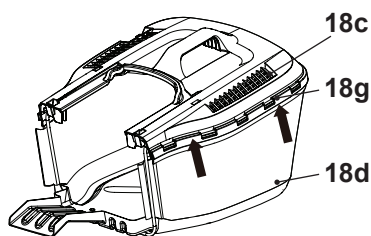

Fig. 7
- > Enclenchez le rebord en caoutchouc (18g) du filet de récupération de l'herbe (18d) dans le plateau du couvercle du bac de récupération (18c) (Fig. 7).